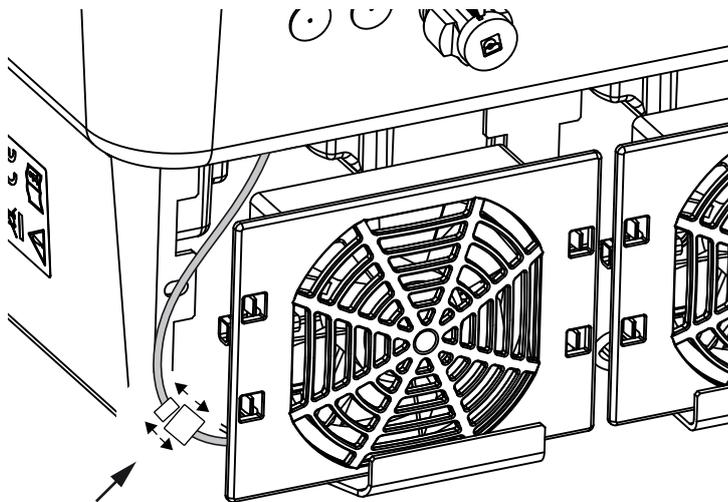

Fig. 54 : déconnexion du câble du ventilateur
4. Enlever entièrement le ventilateur du boîtier. Pour cela, détacher le connecteur enfichable du câble du ventilateur.  **Fig. 54**